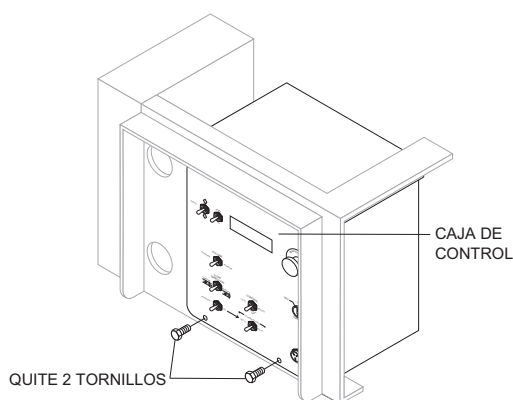

Figura 30. Retirada de la caja de control
1. Quite los dos tornillos (Figura 30) del **tablero de control digital** que sujeta el panel delantero a la caja de control.